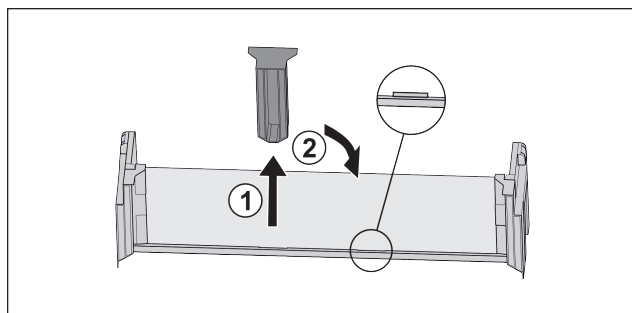

Fig. 124
- ▶ Stáhněte prostřední přídržný díl Fig. 124 (1).
- ▶ Vložte prostřední přídržný díl do druhé polohy Fig. 124 (2).